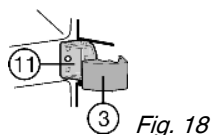

Fig. 18
▶ Encaixar a cobertura Fig. 18 (11) no apoio central Fig. 18 (3).